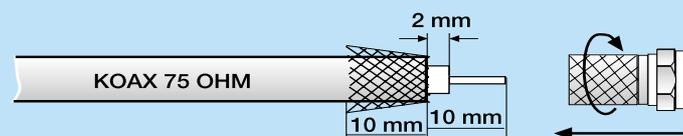

Bild 4: Montage-reihenfolge für die Montage eines F-Steckers
1. Abisolieren des Kabels (Abbildung 4).
2. Aufspreizen des Abschirmgeflechts sowie der Abschirmfolie, umlegen und wie in Abbildung 4 gezeigt, über den Kabelmantel streifen.